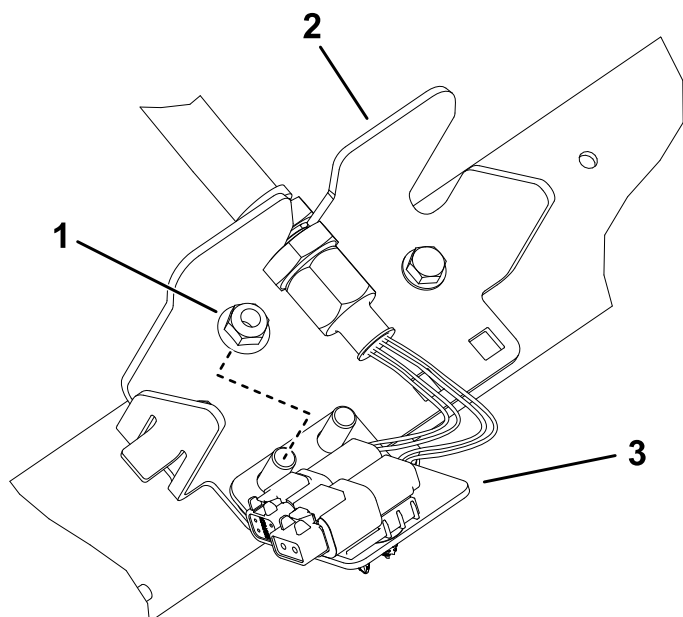

Рисунок 30
6. Повторите эти действия в остальных четырех местах перегородки, как показано на Рисунок 27–Рисунок 30.